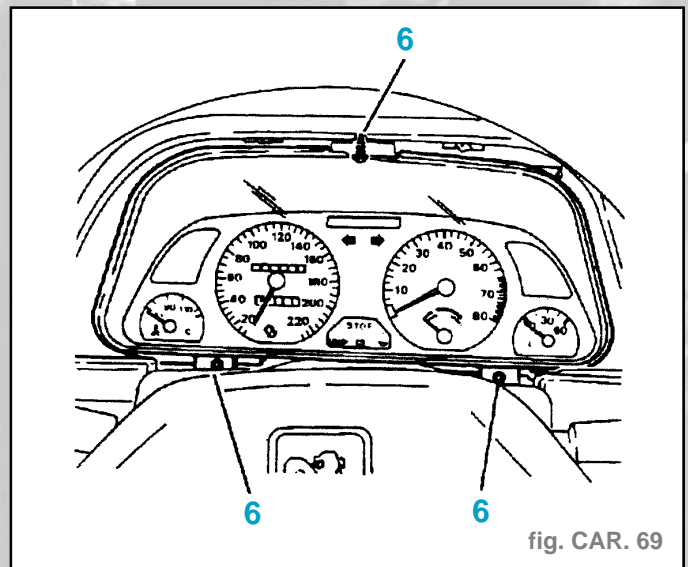

fig. CAR. 69
- Déposer les fixations (6) (fig. CAR. 69).